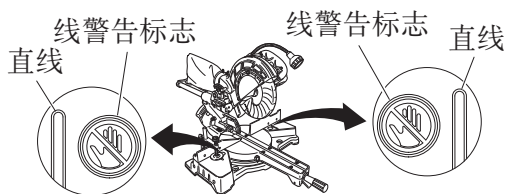

图 7
- 使用工具时切勿使四肢进入警告标志旁边的线内,否则可能发生危险(见图 7)。